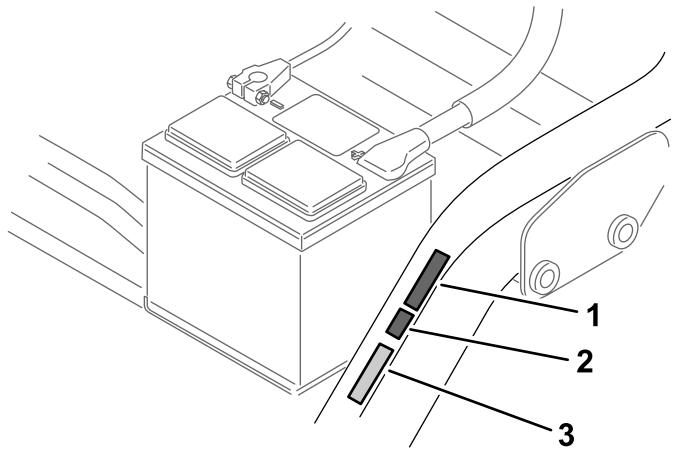

Figura 14
- Applicate l'adesivo dell'anno di produzione CE accanto all'adesivo del marchio CE (Figura 14).
- Applicate l'adesivo del marchio CE accanto alla piastra del numero di serie (Figura 14).